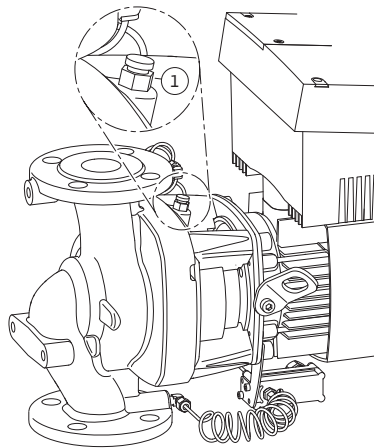

Fig. 47: Oro išleidimo ventilis
- Atlaisvinkite oro išleidimo ventilius ir pašalinkite orą iš siurbių (Fig. 47, poz. 1). Veikiant sausa eiga sugadinamas siurblio mechaninis sandariklis. Šalinti oro iš diferencinio slėgio jutiklio negalima (galima sugadinti).